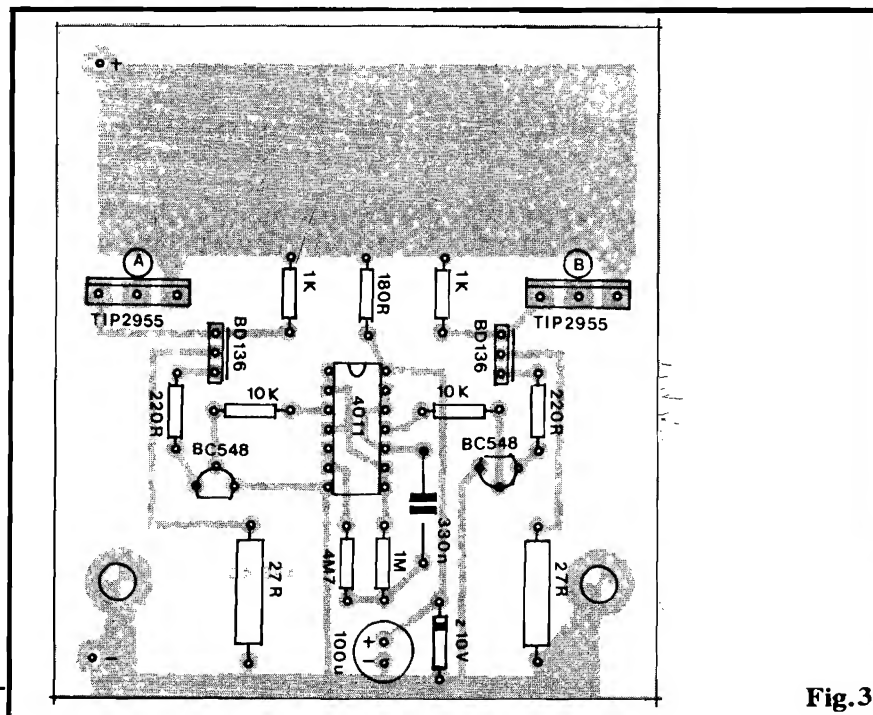

Fig. 3
- FIG. 3 - "CHAPEADO" DA MONTAGEM - A placa, agora vista pelo seu lado não cobreado, mostra todos os componentes já posicionados, codificados por valor, polaridade, etc. Como o Leitor/Hobbysta sabe, é tudo uma questão de ATENÇÃO para que não ocorram erros, inversões, essas coisas... Os componentes que merecem cuidado dobrado no seu posicionamento, são justamente os polarizados (Integrado, transístores, zener e capacitor eletrolítico...). Quanto aos demais, é só não errar o valor em função do "lugar" que ocupam na placa. Como conexões externas (melhor detalhadas na próxima figura...), além das ligações da alimentação, temos apenas as Saídas "A" e "B", que correspondem aos próprios coletores dos dois TIP2955, ou seja: suas "lapelas" metálicas e, por extensão, os dissipadores que lhes serão acoplados! Não há, portanto, ilhas específicas para as conexões de Saída dos canais... Recomendamos os "velhos e eternos" cuidados nas soldagens, e na conferência final, verificando sempre não só as posições, valores e códigos dos componentes, como também o "estado" dos pontos de solda, ausência de "curtos", "corrimentos" ou falhas, para só então serem "amputados" (pelo lado cobreado) os excessos dos terminais...